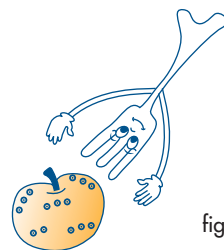

fig. 4
- 4) Etenswaren met een vel, schil of schaal (vb. appels, aardappelen, tomaten, worst, vis) dienen met een vork op meerdere plaatsen ingeprikt te worden, zodat de damp kan ontsnappen en het vel of de schil niet openbarst (fig. 4).